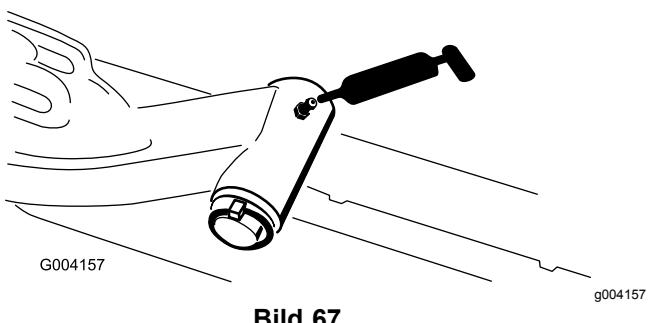

Bild 67
- Hubarmgelenkwelle (1) (Bild 67)